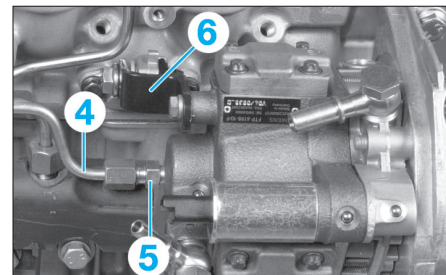

Fig. 29
- la canalisation haute pression (4) reliant la pompe haute pression à la rampe haute pression en appliquant un contre-couple sur l'écrou (5) de la pompe haute pression (Fig.29),